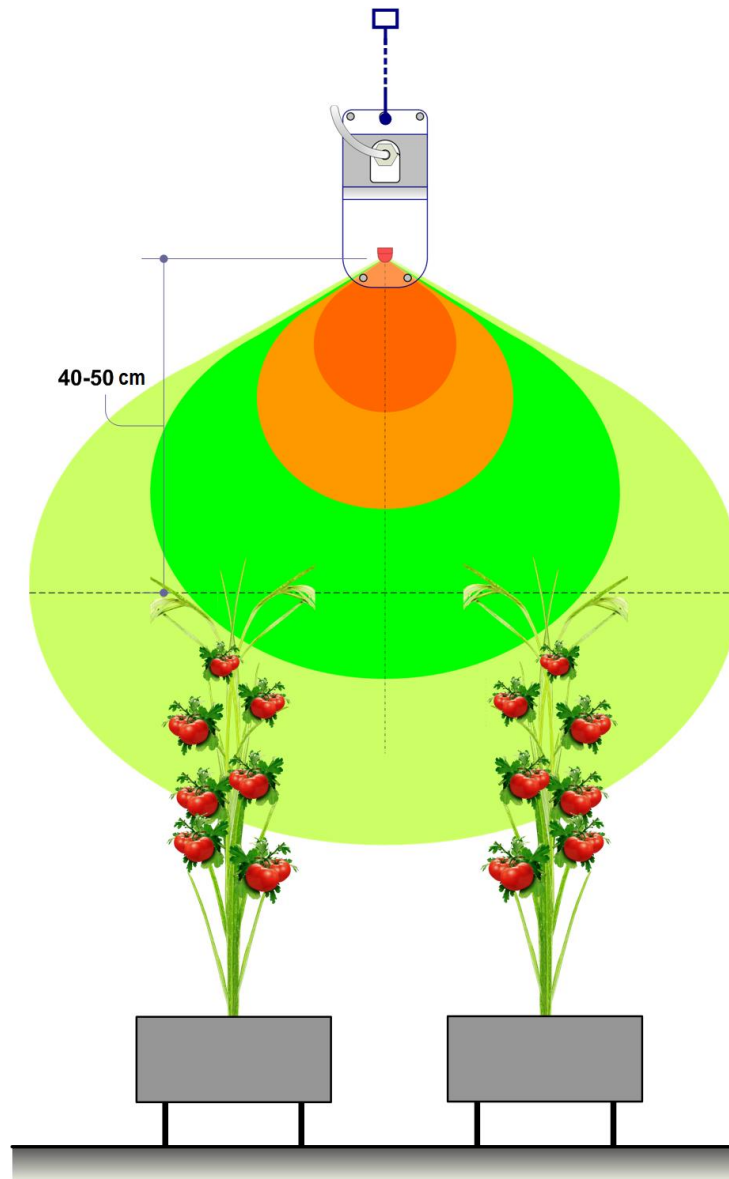

Abbildung 2. Anbringen der Lampe BestLED-II 100 W über den Pflanzen
3.2. Die Anbringhöhe der Lampe BestLED-II 100 W sollte so gewählt werden, dass der Abstand zwischen der Spitze der erwachsenen Pflanze und der Lampe selbst 40-50 cm beträgt (s. Abbildung 2).